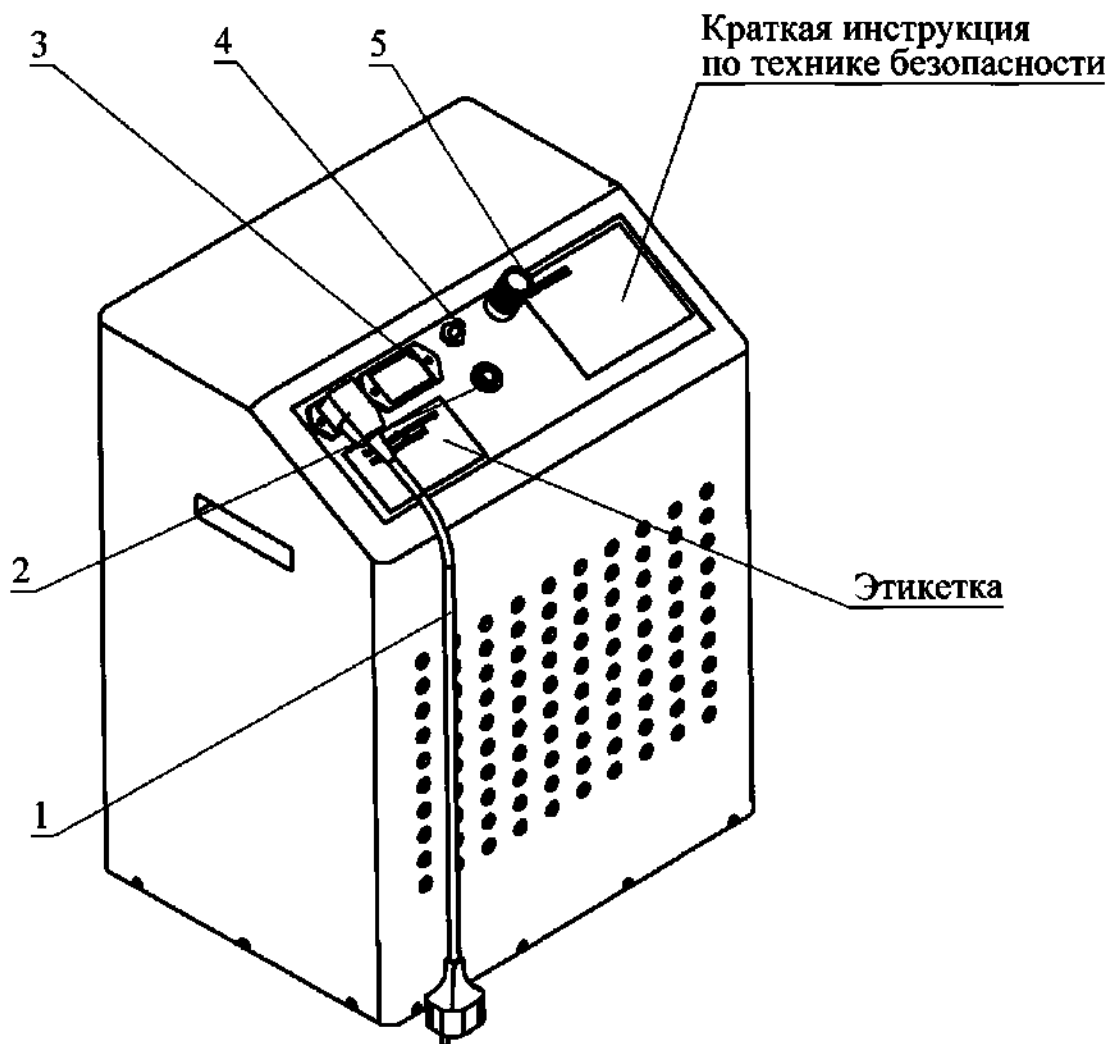

Рисунок 1 - Концентратор кислорода
1.4.2 Концентратора кислорода (рисунок 1) предназначен для получения кислорода и создания постоянной подачи